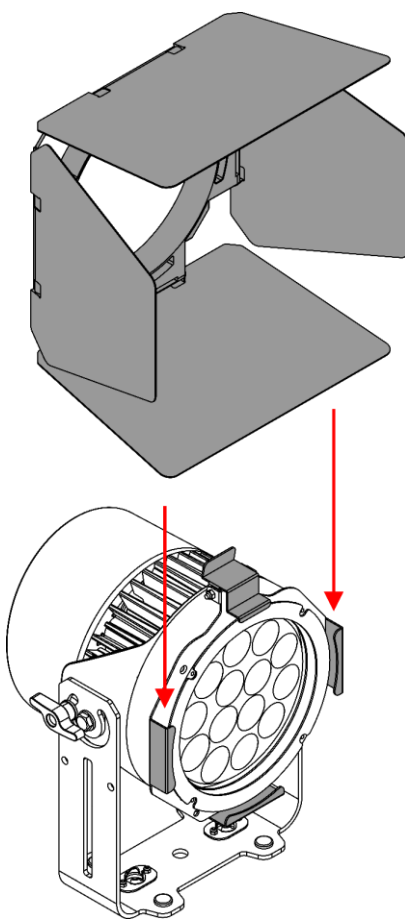

Fig. 10
- 03) Inserire la barndoor nel supporto accessori (Fig. 10).